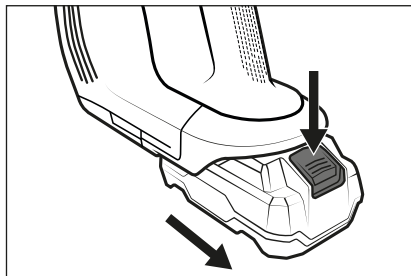

Fig. 13
- ◆ Pentru a înlătura acumulatorul ② din aparat, țineți apăsată tasta ① de deblocare a acumulatorului și trageți acumulatorul ② din aparat (a se vedea fig. 13).